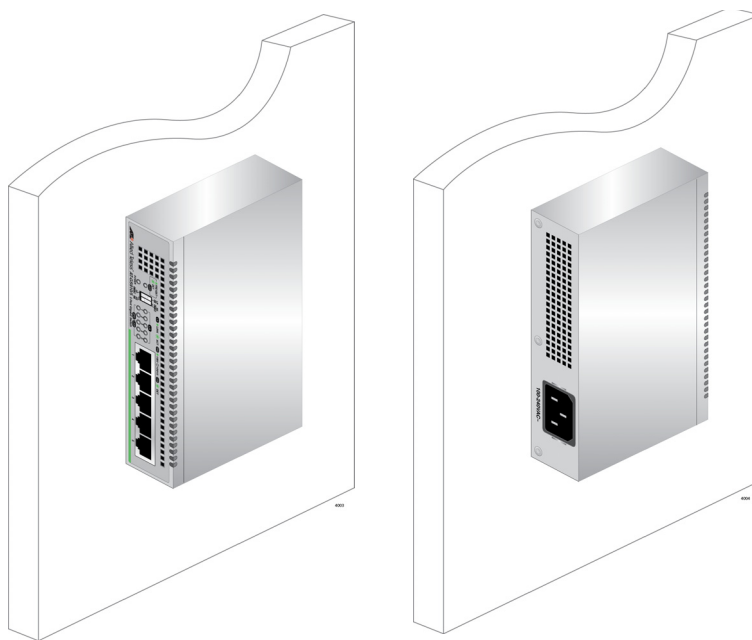

Рисунок 13. Правильное расположение на стене
- ❑ Коммутатор может крепиться на стену в вертикальном положении, при этом передняя панель может смотреть влево или вправо. См. примеры на рис. 13.